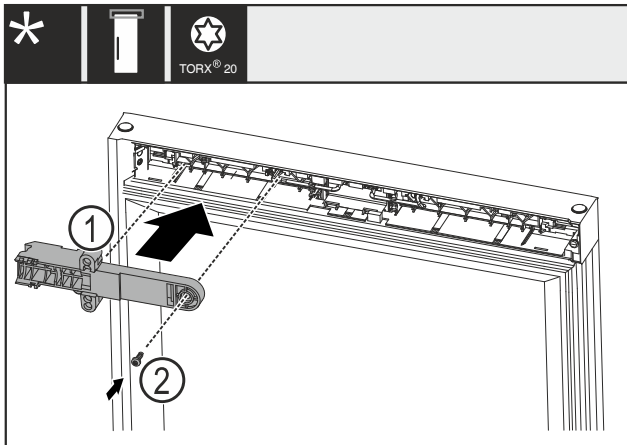

Fig. 22
- Drej lås-holderdelen Fig. 22 (1) 180°, og monter den på den modsatte side.
- Fastgør lås-holderdelen Fig. 22 (1) med skruen Fig. 22 (2).